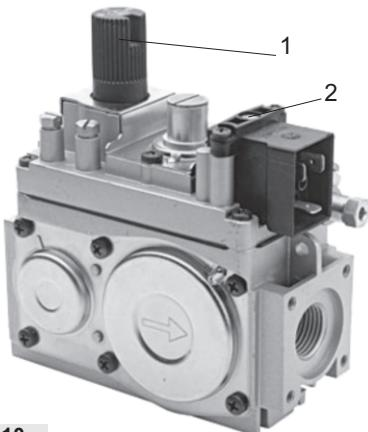

Рис. 10.
6.13. Заполните систему отопления чистой водой с жесткостью не более 0,7 мг-экв/л и pH = 7¹⁰³. При заполнении системы жесткой водой с pH больше 7 значительно увеличивается отложение накипи на стенах котла и системы отопления, вследствие чего уменьшается эффективность котла и увеличивается расход газа! Расширительный бачок размещается в высшей точке системы. Контроль заполнения системы водой осуществляйте по переливному патрубку, (рис.10). Объем бака должен быть не менее 8 % от объема отопительной системы.